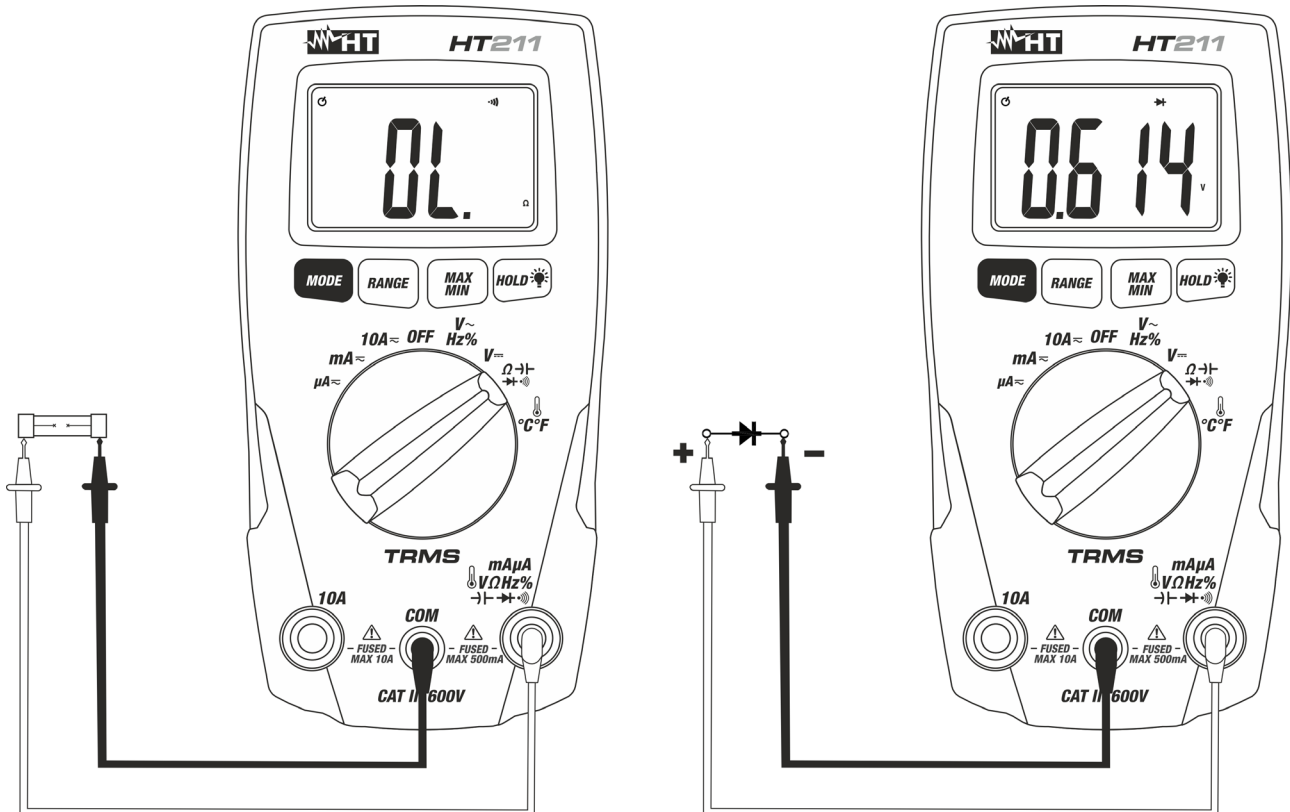

Fig. 6: Uso dello strumento per la Prova Diodi e Test Continuità
4. Posizionare i puntali ai capi del diodo in esame rispettando le polarità indicate in Fig. 6 – parte destra. Il valore della tensione di soglia in polarizzazione diretta è mostrato a display
6. Se lo strumento visualizza il messaggio "O.L" i terminali del diodo sono invertiti rispetto a quanto indicato in Fig. 6 oppure la giunzione P-N del diodo è danneggiata
7. Premere il tasto **MODE** fino a visualizzare il simbolo " bell symbol " a display per attivare il test continuità e collegare lo strumento come per la misura di resistenza (vedere Fig. 6 – parte sinistra). Il cicalino continuità è attivo per $R < 50\Omega$